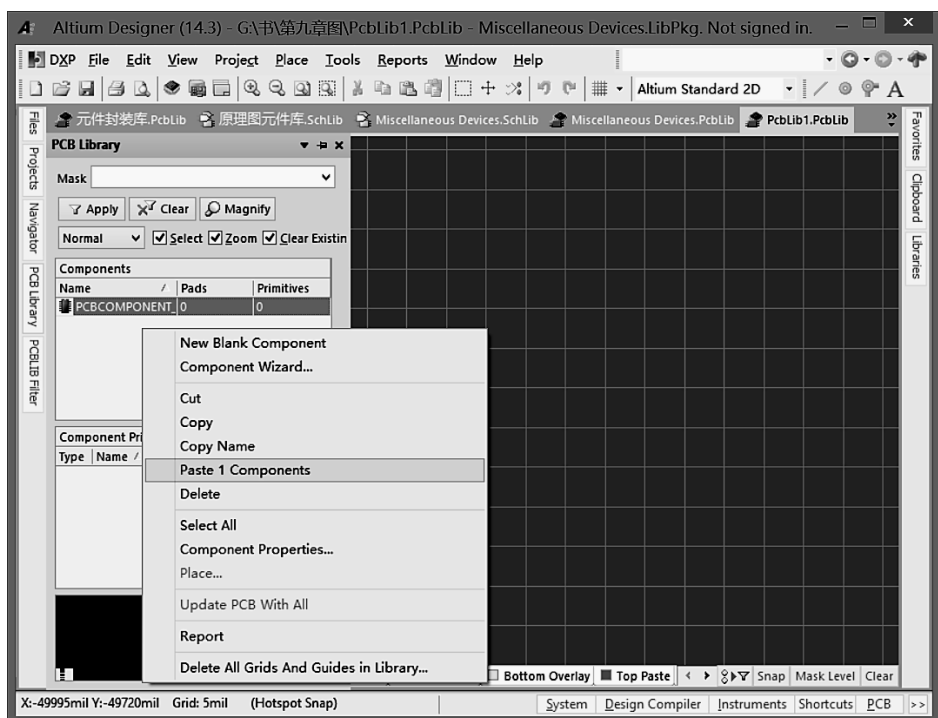

图 9-8-4 将 AXIAL-0.4 复制到新的 PCB 元器件封装库中
(5) 在快捷菜单中选择 Copy 命令，复制已选中的名为 AXIAL-0.4 的 PCB 元器件封装。
(6) 在主菜单中执行菜单命令 File→New→Library→PCB Library，新建一个新的 PCB 元器件封装库，其默认名称为 PcbLib1.PcbLib。
(7) 在新的 PCB 元器件封装库的 PCB Library 工作面板里的 Components 列表中右击，在弹出的菜单中选择 Paste 1 Components 命令，如图 9-8-4 所示，将名为 AXIAL-0.4 的 PCB 元器件封装复制到新的 PCB 元器件封装库中，如图 9-8-5 所示。